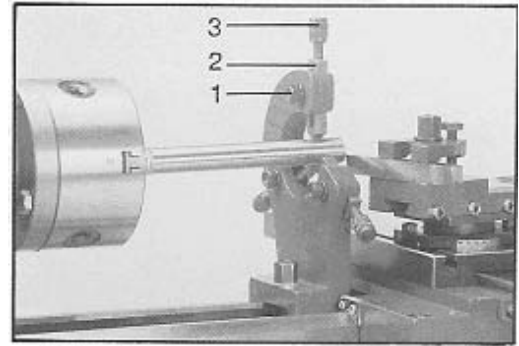

Рис. 20
Вращайте винты с накатной головкой (3, Рис.20) пока все упорные губки (2) не соприкоснутся с заготовкой, не зажимая ее.